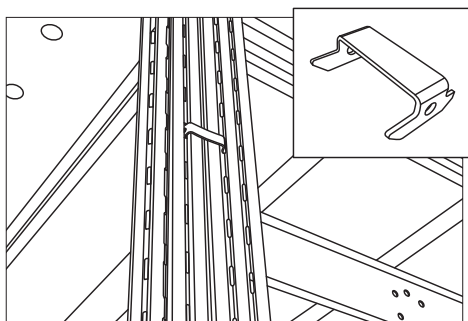

Рис. 25.
3) Крепление секций по типу «спина к спине» с помощью Скобы ТСУ соединительной. Используется для соединения стоек ТСУ при размещении стеллажей ТСУ «спина к спине» (рис. 25).